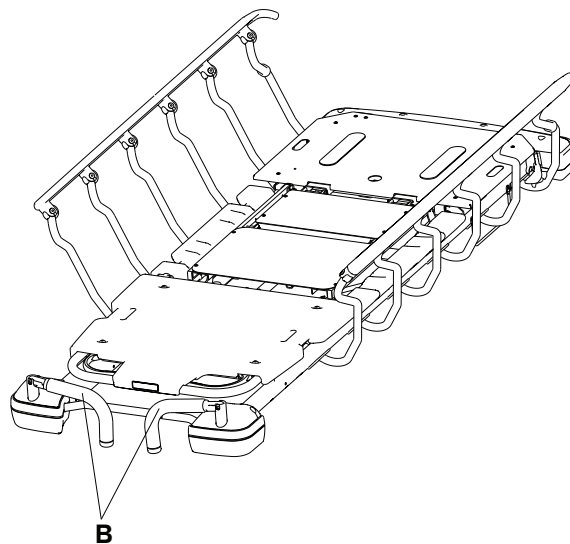

Figura 10 – Almacenamiento de los mangos de empuje del extremo de la cabeza
3. Invierta los pasos para guardar los mangos de empuje del extremo de la cabeza (B) (Figura 10).